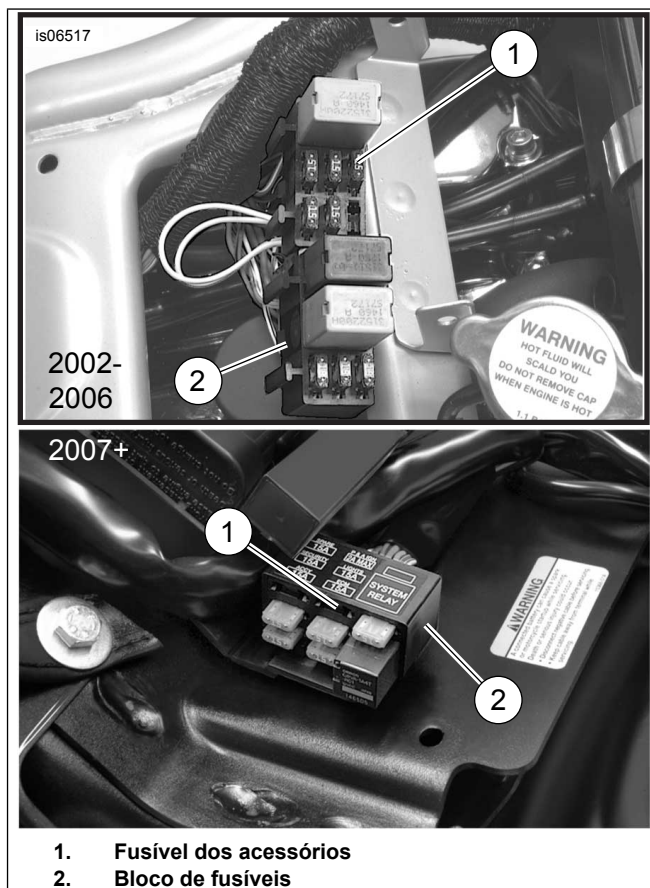

Figura 15. Localizações de fusível dos acessórios (Modelos V-Rod)
1. Ver Figura 15 . Abra cuidadosamente uma área do invólucro da cablagem principal próximo do bloco de fusíveis (2) num ponto acessível e corte o fio da cablagem principal cor de laranja/branco que conduz à cavidade do fusível (1) com a marca: